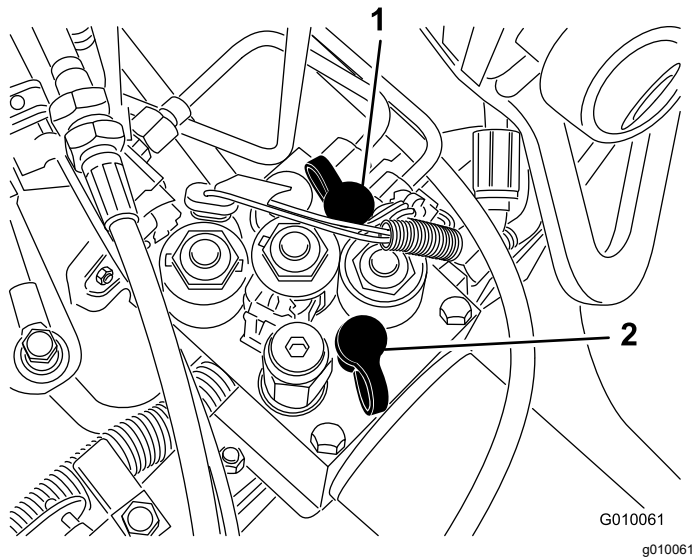

Figura 65
- Portul de testare G 2 (Figura 65) este utilizat pentru a ajuta la depanare cu privire la circuitul de încărcare de traciune.
- Portul de testare G 1 (Figura 65) este utilizat pentru a ajuta la depanare cu privire la presiunea circuitului de ridicare.